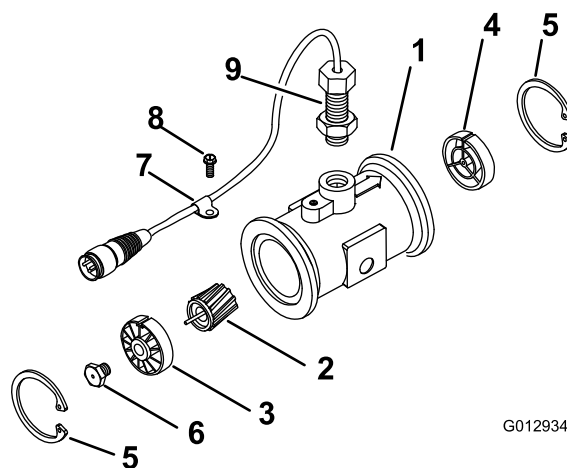

Figure 96
- Retirez le circlip en amont (Figure 96).